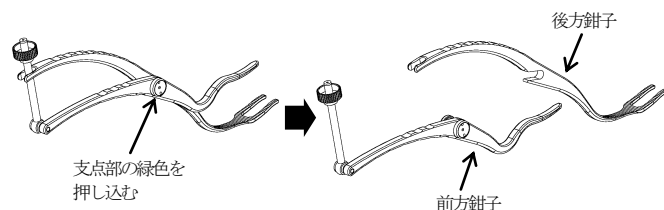

図4
- 1) 鉗子の支点部緑色の部分を押し込みながら、鉗子を互いにスライドさせ、鉗子を分離します。先端が二股形状の物が後方鉗子、もう一方が前方鉗子となります。（図4）